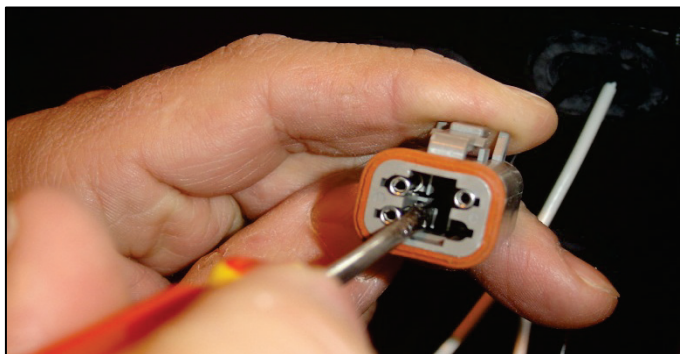

Figure 10
5. Démontez le connecteur électrique (Fig. 10, 11)